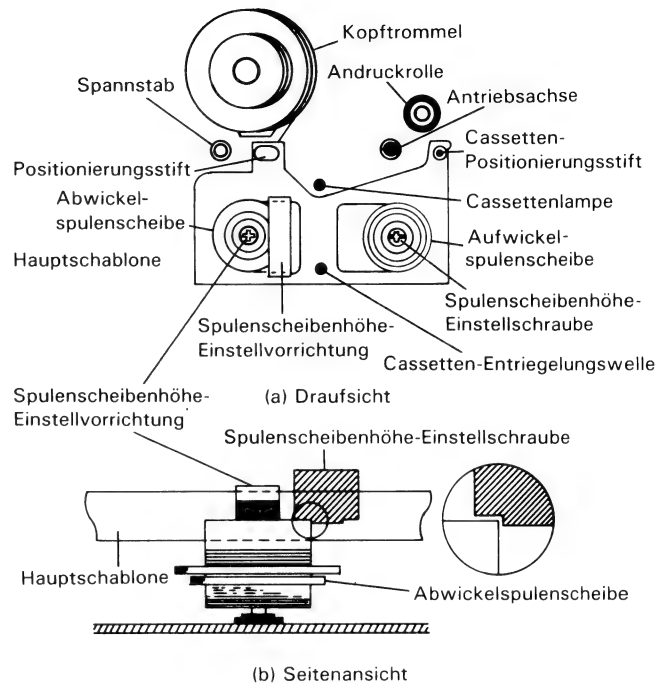

Abbildung 1-9.
1. Das Cassettengehäuse entfernen und die Hauptschablone gemäß Abb. 1-9(a) auf das Laufwerk setzen, wobei darauf zu achten ist, daß diese nicht gegen die Trommel schlägt.
2. Mit Hilfe der Spulenscheiben-Einstellvorrichtung sicherstellen, daß die Spulenscheibe niedriger als der Teil ①, jedoch höher als der Teil ② in der Abb. 1-9(b) ist. Wenn die Höhe nicht korrekt ist, die Höheneinstell-schraube verwenden.